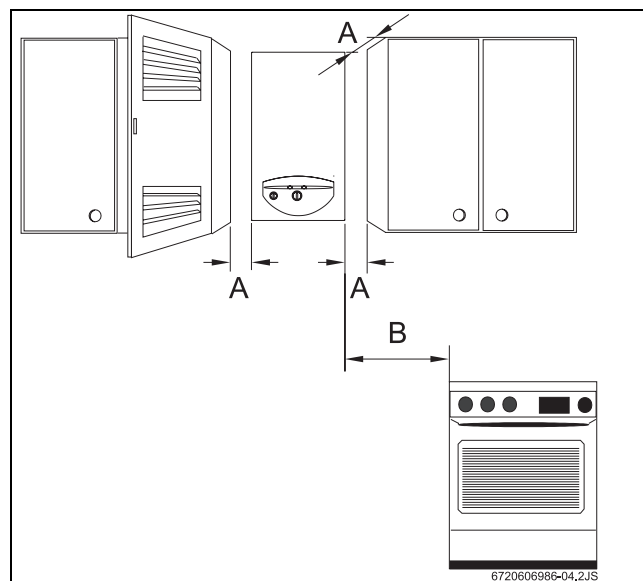

Fig. 10 Distanze minime
- Assicurare la buona accessibilità nell'apparecchio per le operazioni di manutenzione, rispettando le distanze minime indicate nella →Fig. 10.